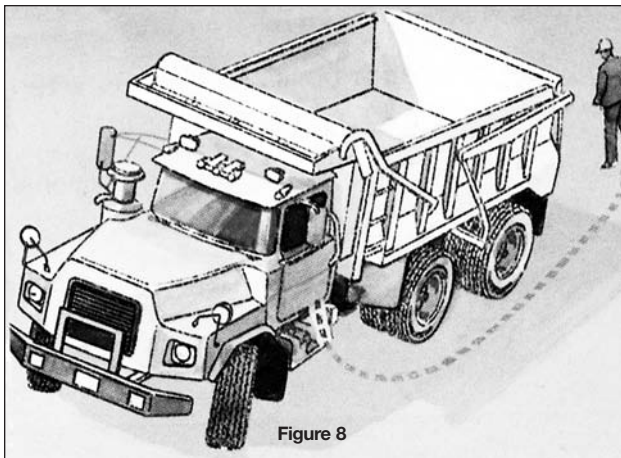

Figure 8
- S'il n'y a personne pour surveiller, sortez et faites rapidement le tour de votre véhicule. Si la voie est libre, reculez immédiatement (figure 8).